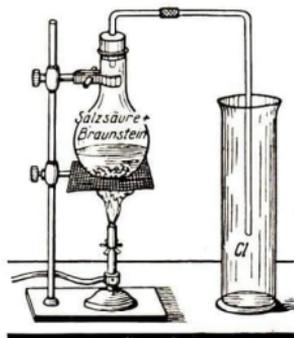

Abb. 430
2. Aus Salzsäure, indem man diese mit **Braunstein** kocht (Abb. 430). Letzterer gibt beim Erhitzen Sauerstoff ab, der sich mit dem Wasserstoff der Säure zu Wasser verbindet. So wird aus der Salzsäure Chlor frei (↗).
3. Auffangen des Gases. Meist leitet man das Chlorgas, das $\sim 2\frac{1}{2}$ mal so schwer wie Luft ist, in offene Zylinder, wo es zu Boden sinkt und die Luft daraus verdrängt (Abb. 430).